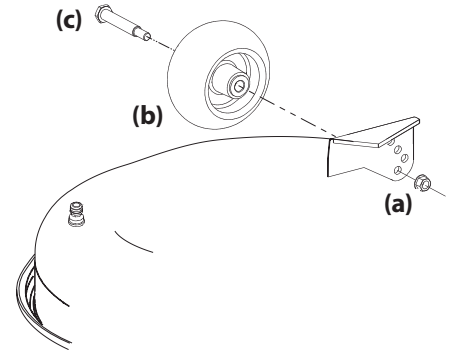

Figure 2-16
- a. Retirez l'écrou autobloquant qui sert à retenir le boulon à épaulement de la roue de jauge avant au plateau de coupe. Enlevez la roue antidégazonnement et le boulon à épaulement. Voir Figure 2-16.